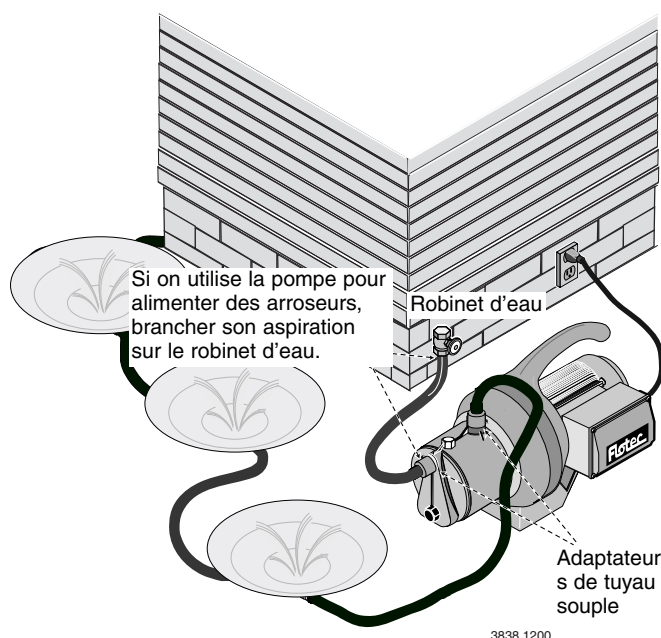

**Figure 2 – Ne pas faire fonctionner la pompe si le refoulement est fermé**
**⚠ ATTENTION** **Pression dangereuse.** Si on utilise un tuyau d'arrosage en tant que conduite de refoulement, ne pas faire fonctionner la pompe si son refoulement ou si la lance du tuyau d'arrosage sont fermés. Le tuyau d'arrosage ou la lance risque d'éclater suite à une pression excessive. Se reporter à la Figure 2. Si on utilise cette pompe en tant que pompe de surpression, n'utiliser que des tuyaux souples haute pression renforcés ou des tuyaux rigides comme conduite de refoulement.